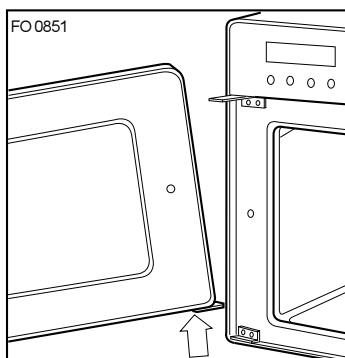

Fig. 17
- Fig. 17) Soulever la porte pour la déboîter de la charnière inférieure.